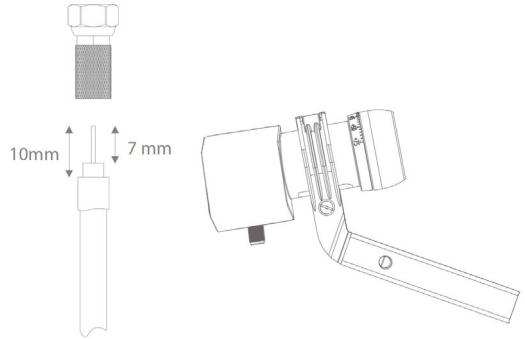

Fig. 4
2. Spelare l'isolamento del cavo e avvitare il connettore F* sull'estremità del cavo (Fig. 4).
2. Strip the cable insulation and screw the F-plug* onto the end of the cable (Fig. 4).